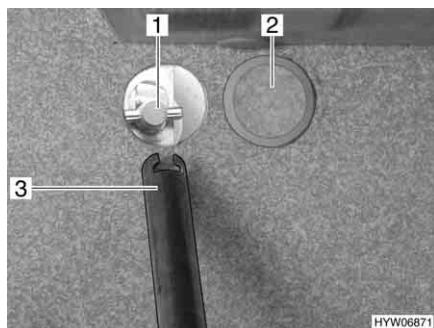

Fig. 194 Apertura del verricello
L'apertura per il pilotaggio del verricello è coperta da un coperchio di plastica (Fig. 194,2).
- Aprire delicatamente il coperchio di plastica (Fig. 194,2) con un attrezzo adatto (p. es. un cacciavite).
- Collegare la chiave (Fig. 194,3) sulla sede (Fig. 194,1) del supporto per la ruota di scorta.